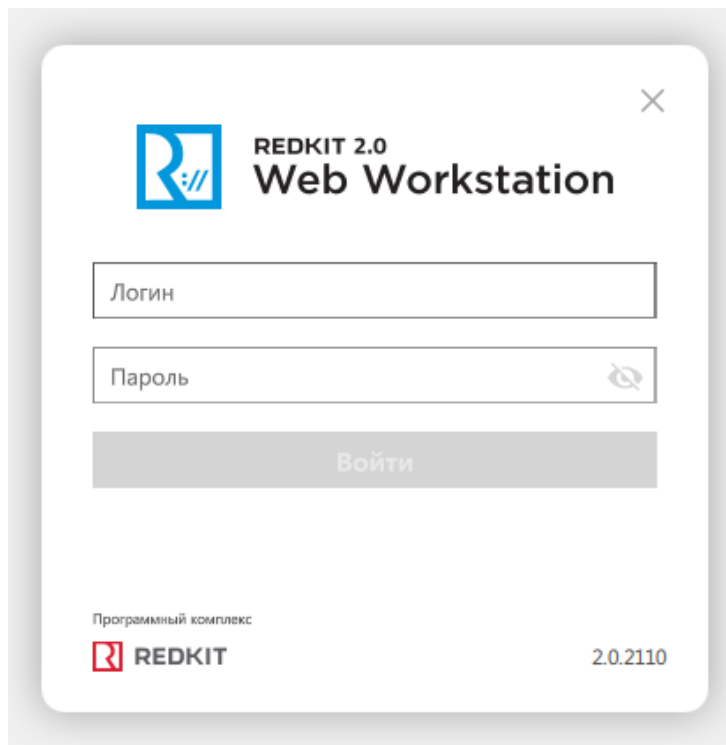

Рисунок 515 - Реквизиты оператора
4. Введите реквизиты оператора и нажмите **Войти** (Рисунок 515).